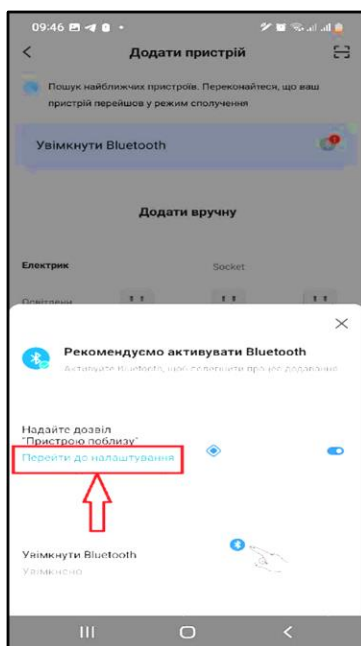

Рисунок 21
8.2. Під написом «Надайте дозвіл "Пристрою поблизу"» натиснути на «Перейти до налаштування» (рис.21);